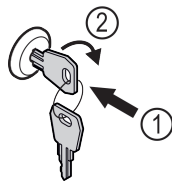

Fig. 174 Przykładowa prezentacja
- ▶ Włożyć kluczyk Fig. 174 (1).
- ▶ Przekręcić kluczyk o 90° w prawo Fig. 174 (2).